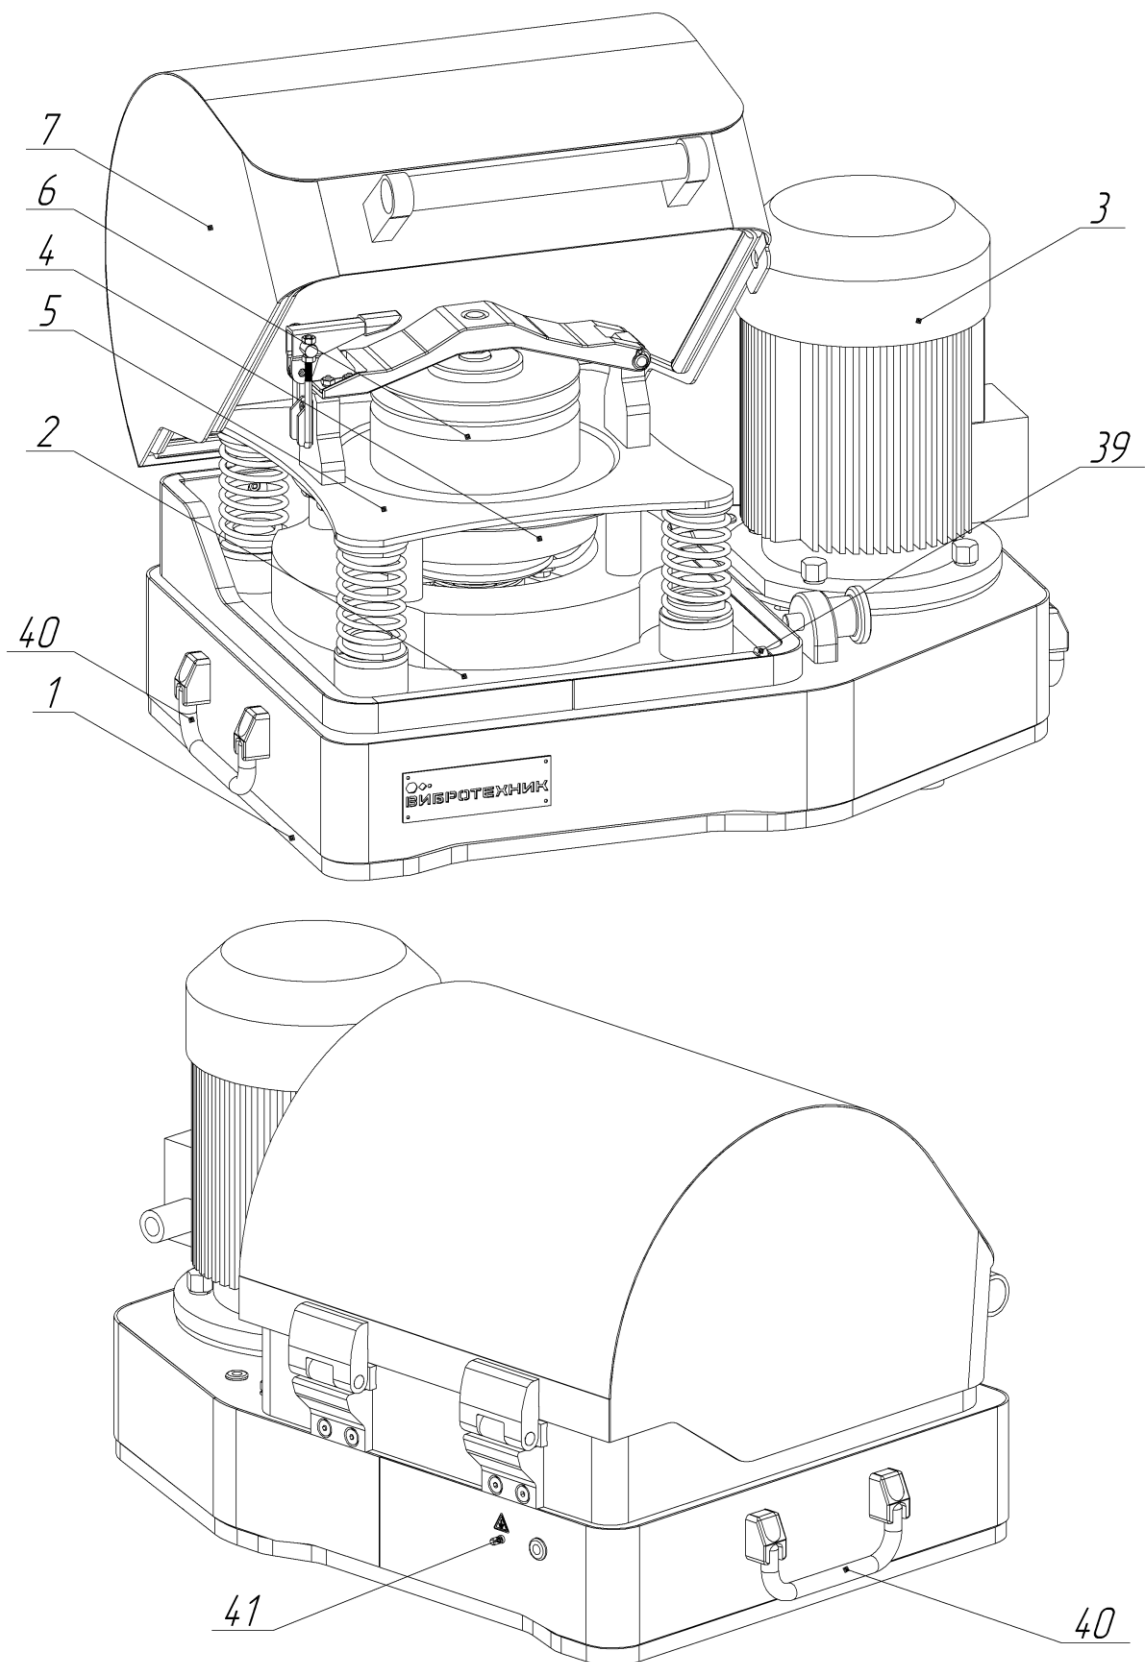

Рис. 1 Истиратель ИВ 1. Общий вид
- г. проверьте работу микровыключателя 39 (Рис. 1), приподняв во время работы Истирателя крышку 7. После срабатывания микровыключателя, Истиратель должен включаться только при нажатии кнопки «ПУСК».
2.3.1 Отодвиньте защелку 38 и поднимите крышку 7 (Рис. 1) до упора.